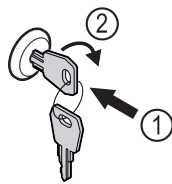

Fig. 57
- ▶ Insérer la clé Fig. 57 (1).
- ▶ Tourner la clé à 90° dans le sens horaire Fig. 57 (2).